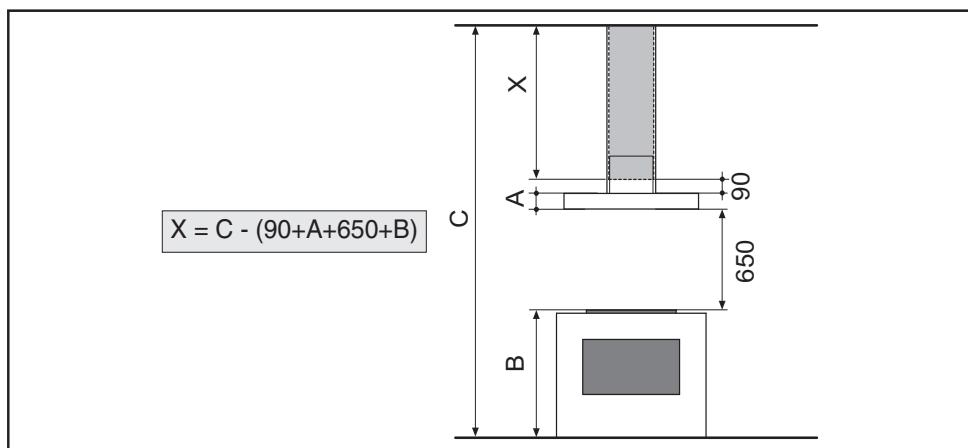

Fig.15
- Neem het onderste deel van de telescoopstructuur **C** en plaats het op het bovenste deel **B** (afb.5). Stel de gewenste hoogte in en neem als uitgangspunt de waarden die aangeduid worden in (afb.15). Vastzetten met de 8 bijgeleverde schroeven **G** (afb.6).